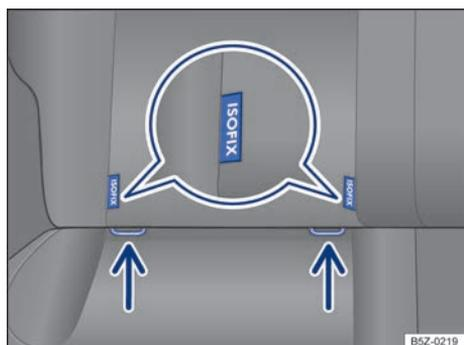

Fig. 19 En el asiento del vehículo: identificación de los puntos de anclaje inferiores para asientos de niños.
Se puede acceder a los 2 ojales de retención para cada asiento de niño dotado del sistema ISOFIX a través de las rendijas existentes en el revestimiento del la base del asiento trasero → fig. 19.
- Encajar el asiento para niños en los ojales de retención → fig. 19 en el sentido de la flecha. El asiento para niños debe engancharse de forma segura y audible (clic). .
- Colocar el asiento para niños sobre la superficie del asiento y prender los ganchos de los cinturones de fijación en los ojales de retención → fig. 19, si los cinturones de fijación son provistos con el asiento para niños.